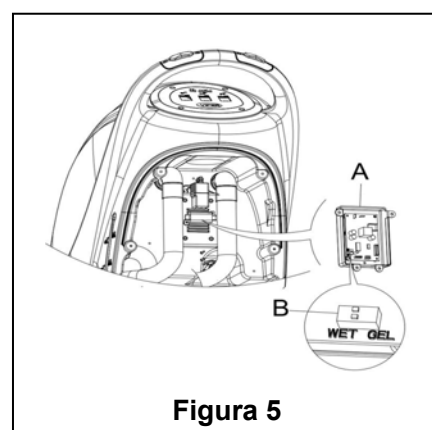

Figura 5
2. Retire a mangueira de drenagem (15).
4. Retire a protecção do controlo (5), e os parafusos da tampa da bateria (10). Retire os parafusos do suporte PCB. O interruptor DIP (B) para a definição do modelo da bateria pode ser encontrado quando virar a placa PCB. (Ver **Figura 5**).
5. Ajuste o micro interruptor DIP (B) para a posição "WET".